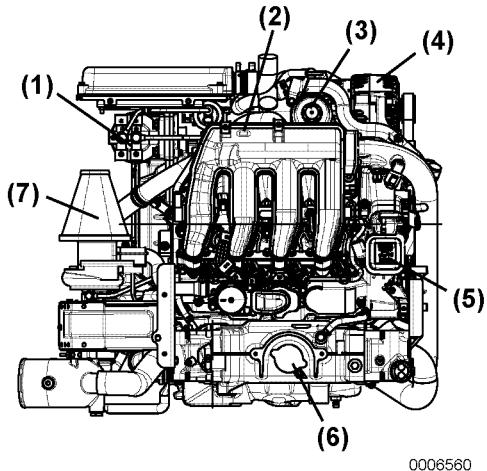

Figura 3
Figura 1, Figura 2 e Figura 3 mostrano la versione tipica di un motore 4BY3. Ogni specifico motore acquistato può avere caratteristiche diverse rispetto a quelle illustrate.
Nota: Yanmar fornisce un prefiltratore per la separazione dell'acqua, che può essere montato dall'installatore. Il motore è dotato di un filtro fitto integrato (**Figura 3, (1)**).